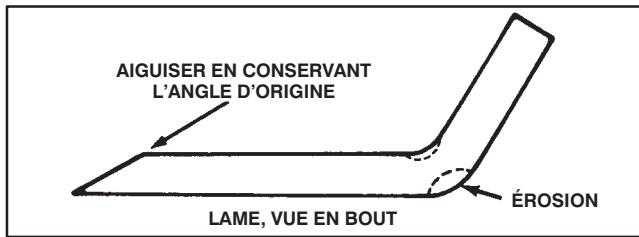

Figure 16
Vérifier la lame de coupe chaque fois qu'on redresse la machine sur l'arrière. Si le boulon de fixation de la lame est desserré, le resserrer à 61-81 Nm. Si la lame ou les bords relevés (Fig. 16) à l'extrémité de la lame sont usés, érodés ou fendus, remplacer la lame. Remplacer la lame également si elle est tordue ou déséquilibrée. Toujours utiliser de vraies lames de rechange TORO pour assurer la sécurité et l'obtention de performances optimales. NE JAMAIS UTILISER D'AUTRES LAMES.
7. A l'aide d'une lime, aiguiser le tranchant aux deux extrémités de la lame (Fig. 16).
7. Profiter de la position de la machine pour vérifier l'état de la lame (Fig. 16).